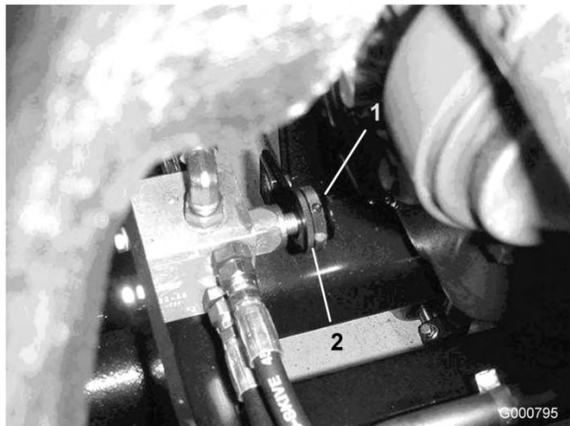

Figura 76
- Per gli elementi di taglio posteriori accedete alla valvola antistante il ponte posteriore (Figura 76).
- Allentate la manopola di fissaggio dell'anello di bloccaggio (Figura 76).